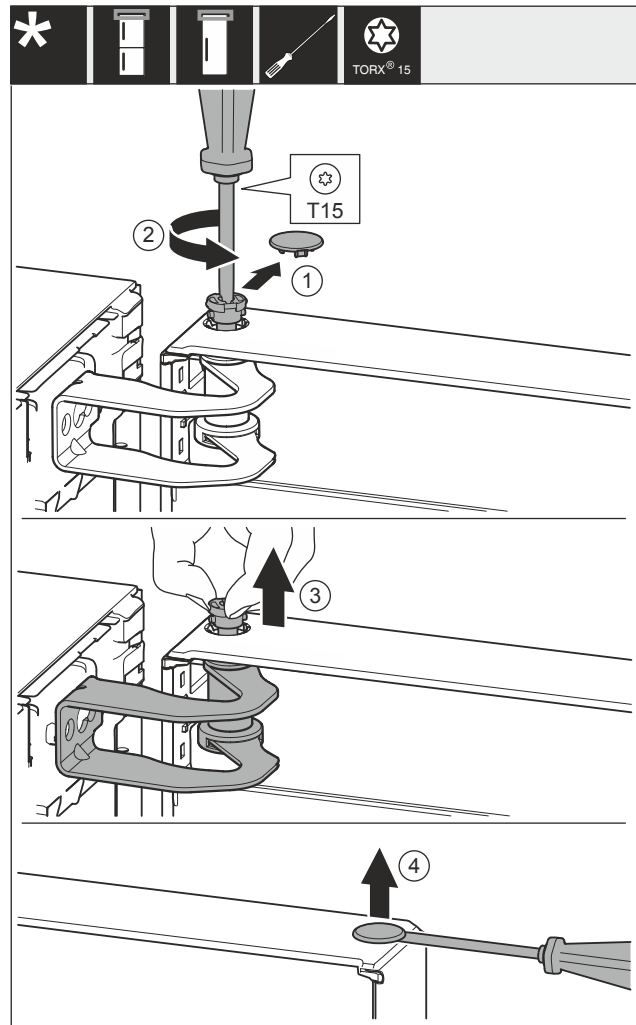

Fig. 13
- ▶ Осторожно снимите крышку Fig. 13 (1).
- ▶ Немного выкрутите палец Fig. 13 (2) отверткой.
- ▶ Вручную вытяните палец Fig. 13 (3).
- ▶ Осторожно приподнимите крышку Fig. 13 (4) отверткой и снимите ее.